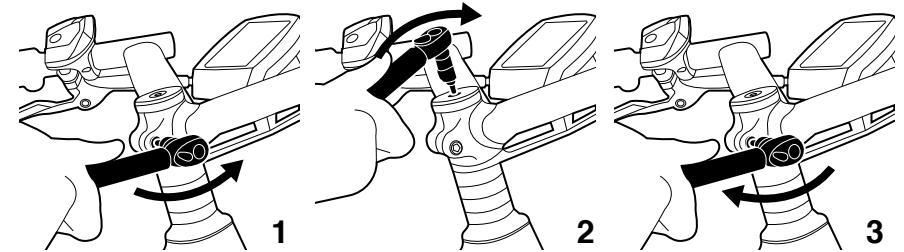

Abb. 12. Schritte zur Einstellung des Steuersatzes
Der Steuersatz verfügt jeweils oben und unten am Steuerrohr über ein Lager und eine Lagerschale. Alle Moustache-Fahrräder sind mit einem Ahead-Steuersatz ausgestattet. Dieser wird anhand der runden Kappe oben am Vorbau eingestellt (siehe Abb. 12).
1. Lösen Sie die Schraube(n) am Vorbau, siehe Schritt 1 in Abb. 12
2. Ziehen Sie dann schrittweise (ohne Gewalt) die Schraube in der Aheadkappe an, bis kein Spiel mehr vorhanden ist, siehe Schritt 2 in Abb. 12.
4. Ziehen Sie die Schraube(n) am Vorbau wieder mit dem empfohlenen Anzugsdrehmoment an, siehe Schritt 3 in Abb. 12.